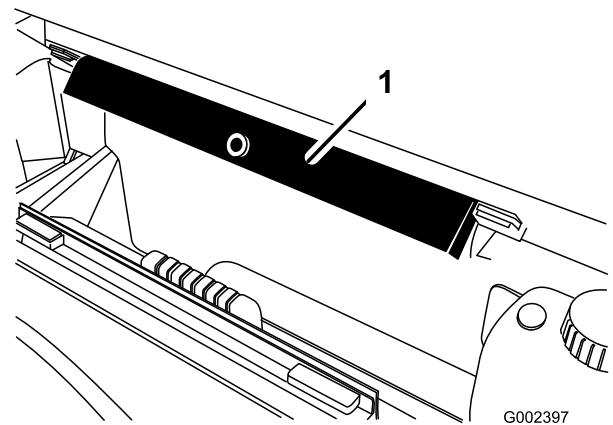

Figure 2
- B. Sortez la béquille de sécurité des supports de rangement au dos du panneau du système ROPS (Figure 2).
2. Insérez la béquille de sécurité dans les supports au dos du panneau du système ROPS (Figure 2).